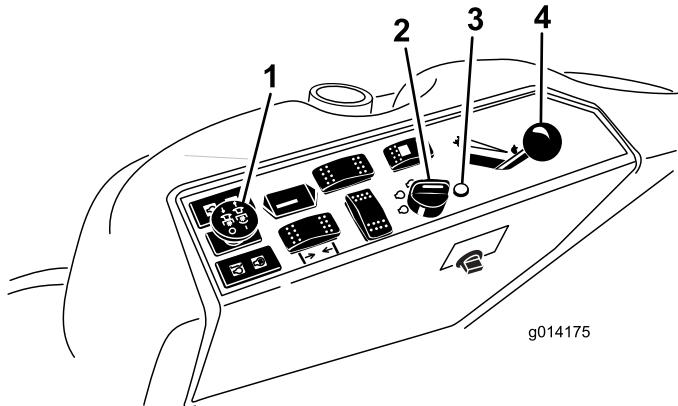

Figura 13
4. Mueva el interruptor de la toma de fuerza (TDF) a la posición de Desengranado (Figura 13).
5. Ponga la palanca del acelerador en un punto intermedio entre las posiciones Lento y Rápido (Figura 13).